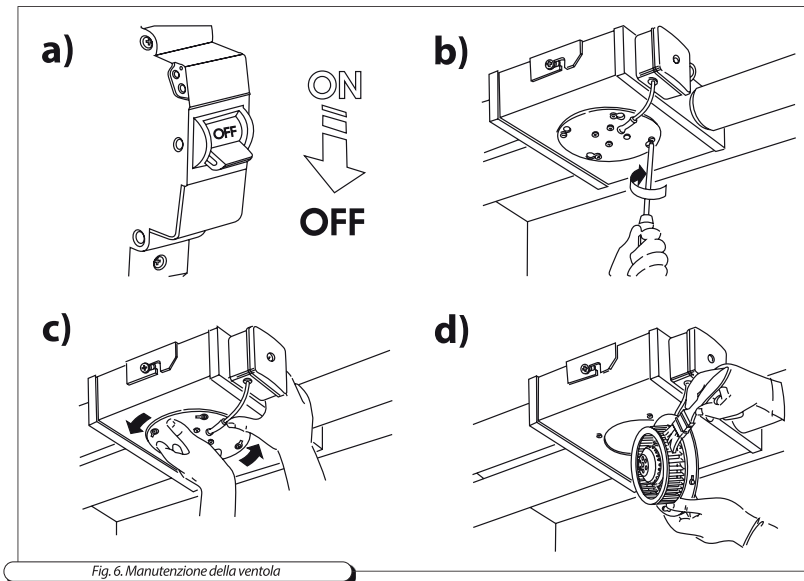

Fig. 6. Manutenzione della ventola
- Scollegare la ventola dalla rete, fig. 6 a;
- Allentare quattro viti, fig. 6 b;
- Togliere la flangia con la turbina dall'involucro, fig. 6 c;
- Pulire le lame della girante usando una spazzola asciutta o un aspirapolvere, fig. 6 d;